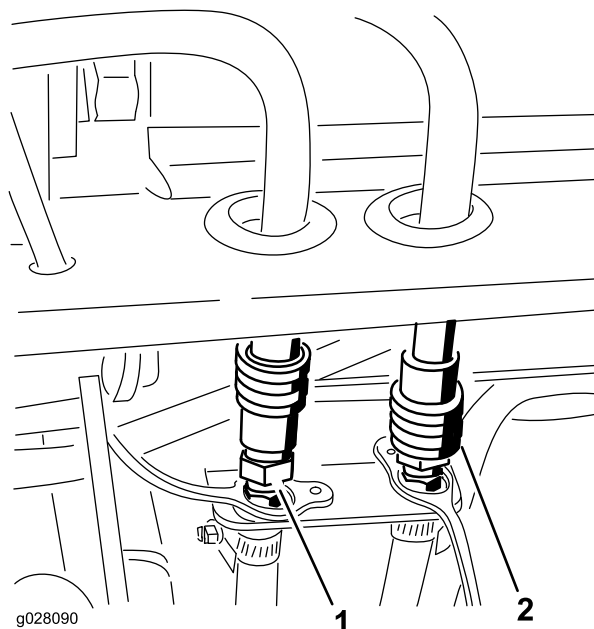

Рисунок 68
2. Подсоедините напорный и возвратный шланги нагревателя кабины к быстроразъемным соединителям на заднем креплении рамы (Рисунок 68).